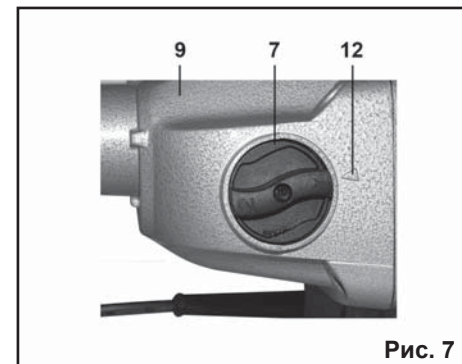

Рис. 7
7.4.2. Поверните переключатель (7) до совмещения цифры обозначающей скорость на переключателе (7) с меткой (12) на корпусе редуктора (9) машины (только для модели МЭ-2 1400Э, Рис.7).